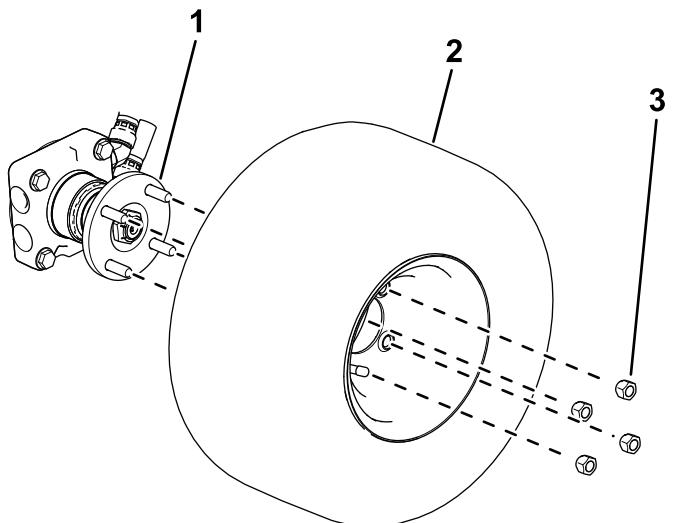

Bild 4
• **Maschinen mit Allradantrieb:** Verwenden Sie vier Radmuttern, um das Rad an der Radnabe zu befestigen (Bild 4).